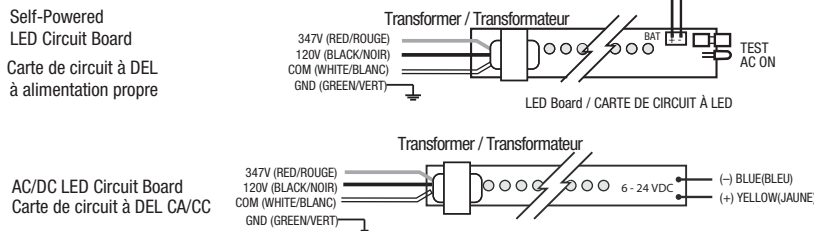

Fig. 4
6. Connect AC supply per diagram provided (Fig.4). Insulate unused wire!
9. Replace Lexan shield and cover with the steel faceplate and secure with the four (4) supplied tamperproof screws.
6. Raccorder l'alimentation CA selon le diagramme fourni (Fig.4). Isoler les fils inutilisés!
9. Remplacer la feuille protectrice Lexan et le couvercle en acier et fixez-les à l'aide des quatre (4) vis inviolables fournies.
1. For Battery back-up models, plug the battery into the circuit board (Fig.4) per self-powered sign.
1. Pour les modèles contenant une batterie d'urgence, brancher la batterie dans la carte de circuit imprimé (Fig. 4) par la borne "auto-alimentation".